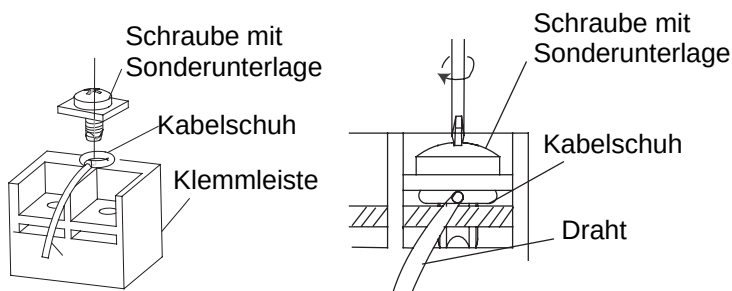

Abb. 30
- d. Den Kabelschuh auf die Klemmleiste legen und mit der Schraube festschrauben (Abb. 30).